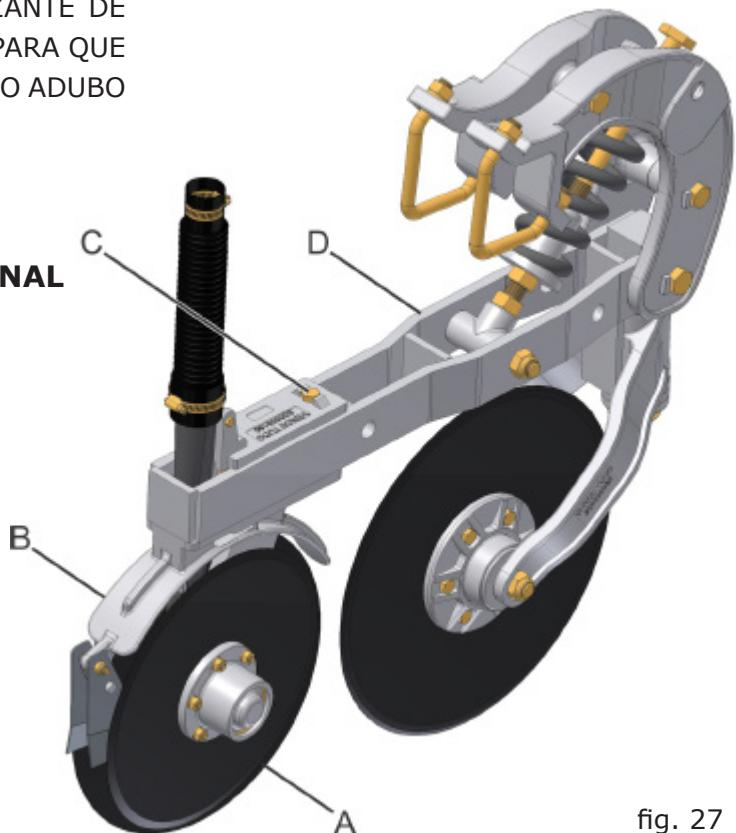

fig. 27
Desenvolvido com objetivo de realizar um sulco em forma de "V" para a colocação do fertilizante no fundo deste. Formado por um conjunto de discos duplos desencontrados de 13" e 14" (A) (fig. 27), montados em estrutura intercambiável (B) fixada por parafusos (C) na linha sulcadora (D).